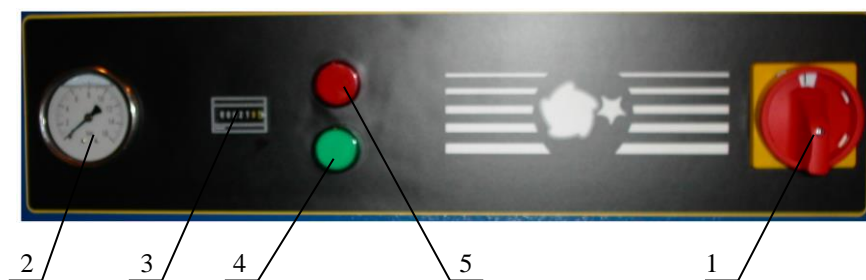

Рисунок 5
**13 - Панель управления** (см. рисунок 1 или 2, или 3). На лицевую сторону панели управления вынесены следующие органы управления, контрольно-измерительная и сигнальная аппаратура (рисунок 5):